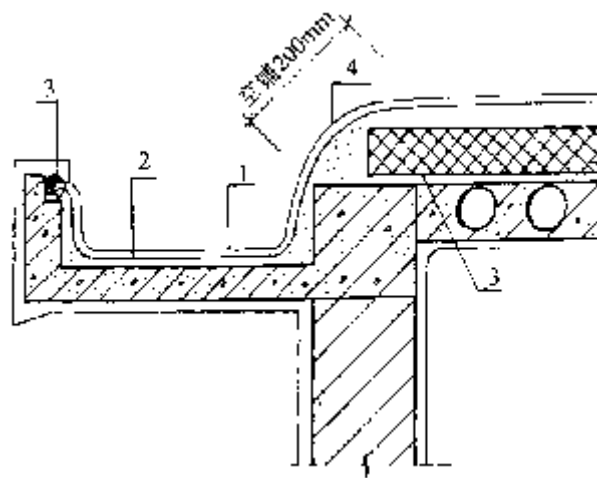

图 7-7 檐沟
(1) 沟内防水层施工前，先检查预制天沟的接头和屋面基层结合处的灌缝是否严密和平整，水落口杯要安装好，排水坡度不宜小于 1%，沟底阴角要抹成圆弧，转角处阳角要抹成钝角，用与卷材同性质的涂膜做防水增强层，沟与屋面交接处空铺宽为 200mm 的卷材条，防水卷材必须铺到天沟外邦顶面。见图 7-7。